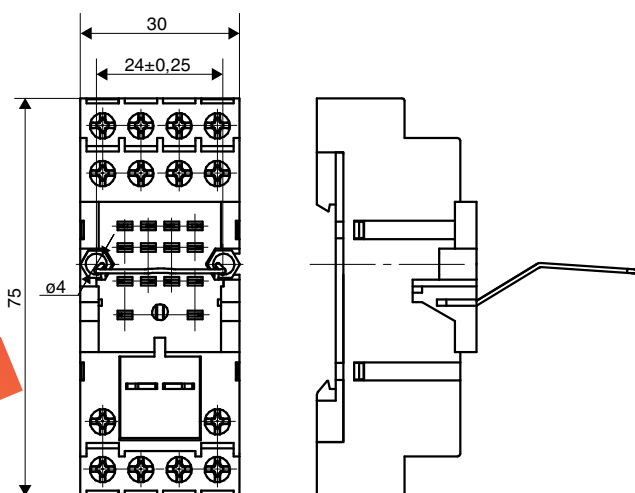

Рисунок 1. Розетка Р30 с креплением на панель
- винтами, на панель (**рисунок 1**);